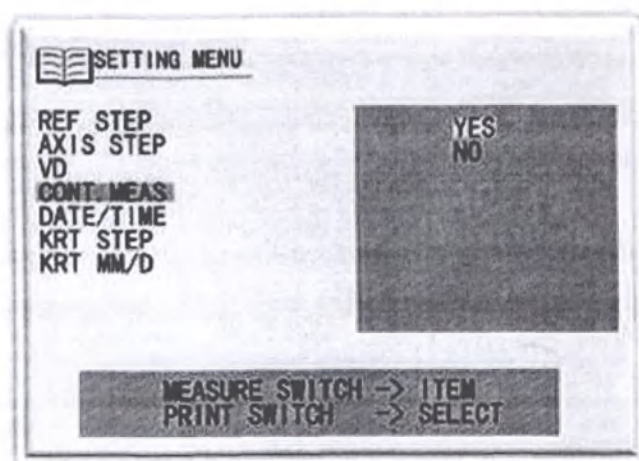

Рисунок 53 – Экран настройки CONT.MEAS
- Нажмите кнопку измерения на ручке управления, переместите курсор на пункт CONT.MEAS (рисунок 53).